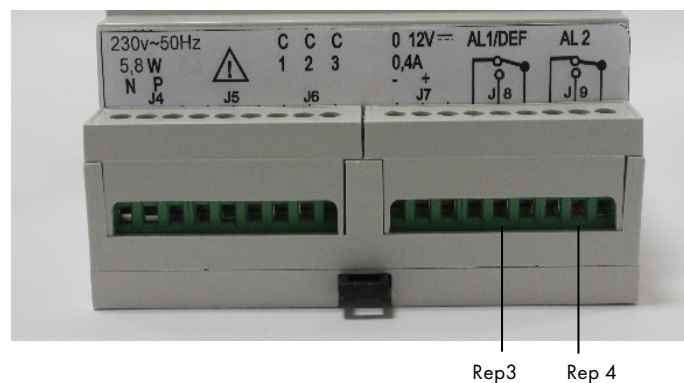

Figure 4
- Le relais 1 (REL 1) correspond au premier seuil d'alarme gaz et au défaut technique. Il s'agit d'un contact RCT (rep 3, Figure 4).
- Le relais 2 (REL 2) correspond au deuxième seuil d'alarme. Il s'agit d'un contact RCT (rep 4, Figure 4).